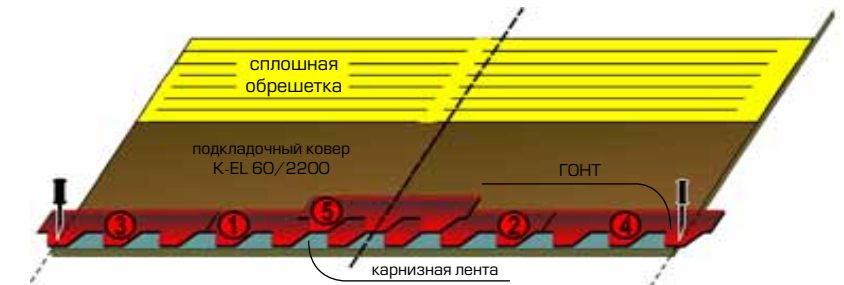

рис.16
5. Монтаж гибкой черепицы начинается от центра карниза в обе стороны (рис. 16). Каждый горизонтальный ряд должен быть уложен до торцов, только потом можно смещаться на ряд выше — так легче всего избежать возможных ошибок в рисунке.